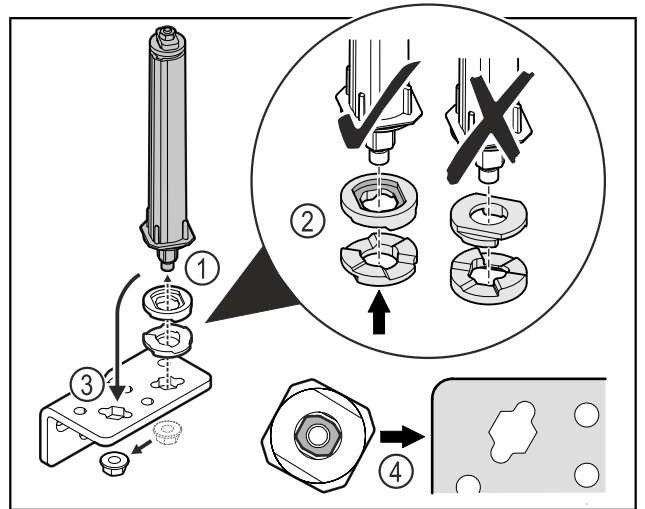

Fig. 38
- ▶ Soltar la tuerca y retirar el sistema de cierre de la puerta Fig. 38 (1).
- ▶ Tener en cuenta la orientación correcta de las arandelas de ajuste de altura Fig. 38 (2).
- ▶ Cambiar la posición del sistema de cierre de la puerta en la escuadra de bisagra y fijar con la tuerca Fig. 38 (3).
- ▶ Tener en cuenta la orientación correcta del sistema de cierre de la puerta al insertarlo Fig. 38 (4).